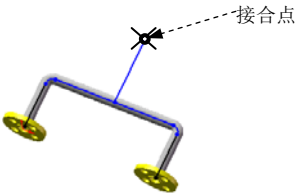

图 11.5.4 定义接合点
Step2. 定义接合点。选取图 11.5.4 所示线段的端点为接合点，此时系统弹出“打开”对话框。